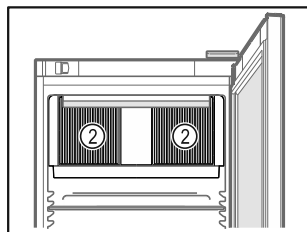

Fig. 72
- ❑ Mbani të lira kanalet e ajrimit Fig. 72 (2) të ventilatorit të qarkullimit të ajrit në hapësirën e brendshme.